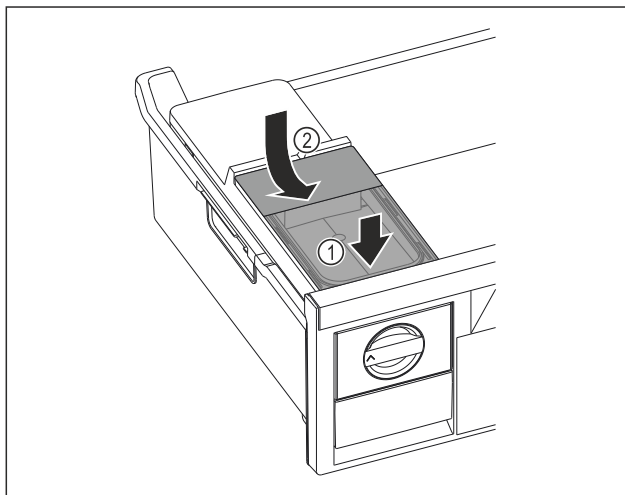

Fig. 127
- Postavite spremnik za vodu sprijeda. Fig. 127 (1)
► Spustite spremnik za vodu straga. Fig. 127 (2)